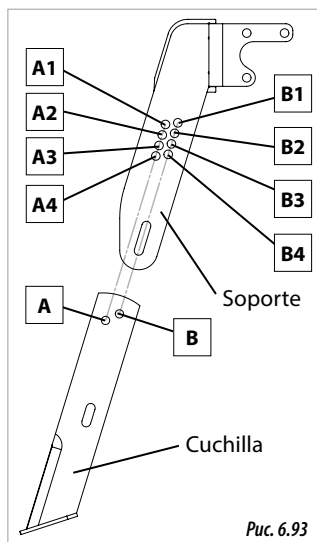

Рис. 6.93
- 3- Поместить анкерный сошник на требуемый уровень, при этом отверстия сошника (А или В, рис. 6.93) должны совпасть с отверстиями кронштейна.